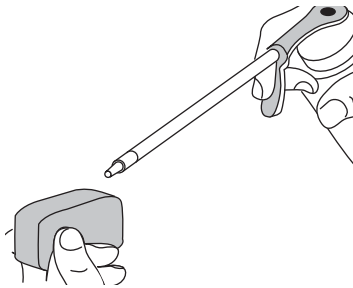

Fig. 26
4. Aplique suficiente aceite limpio de motor SAE 30 para recubrir ligeramente el filtro (Fig. 26).